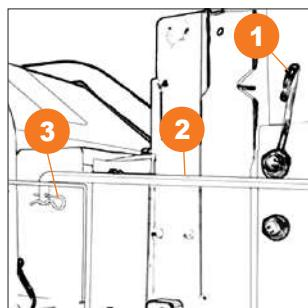

Рис. 11
- Вытащите шпллинт **3**, отсоедините вал изменения направления **2** от щетки (Рис.11).
- Поместите вал изменения направления **2** в зажим **1** (Рис.11).